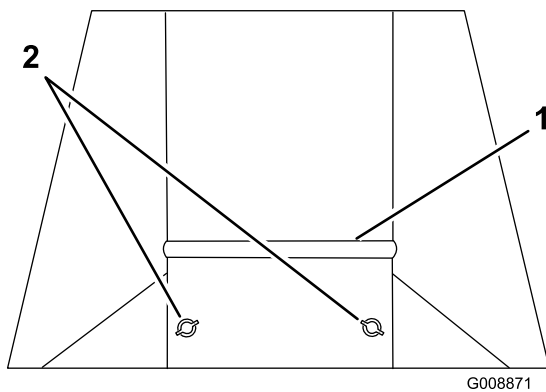

Figure 9
2. Desserrez les 2 écrous sur la plaque ; remontez la plaque si l'herbe est courte et sèche ou abaissez-la si l'herbe est haute et humide (Figure 9).